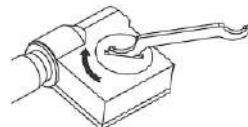

Рис. 3
- Установите крышку батарейного отсека на место и поверните по часовой стрелке, чтобы зафиксировать ее (рис.3)